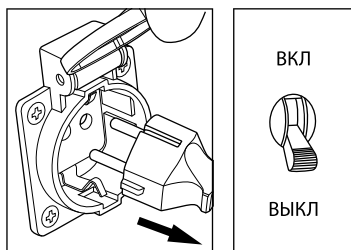

рис. 6
6. Отсоедините все электрические нагрузки, отключите подачу напряжения на панели штепсельных розеток. Переведите основной прерыватель цепи переменного тока в положение «ВЫКЛ» (рис. 6).